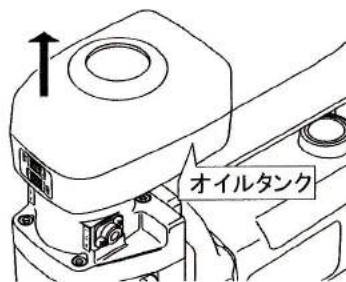

図5
5. オイルタンクの脱着方法(図5)
- (1)オイルタンクを図5の矢印の方向に引き抜いてください。
- (2)付属のオイルタンクキャップをギヤボックス上部に差し込んでください。